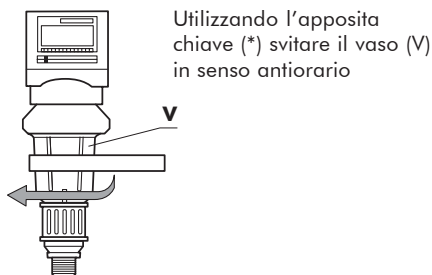

Fig.14
- b) **eseguire** la sostituzione della candela seguendo le istruzioni fig. 14,15,17,17.